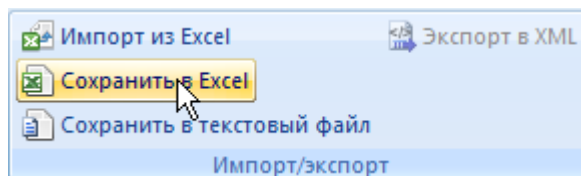

Рис. 17-27 – Сохранение данных рабочего окна «Виды ТО» в формате Excel
4) Нажать кнопку «Сохранить в Excel» панели «Импорт/Экспорт» (рис. 17-27).